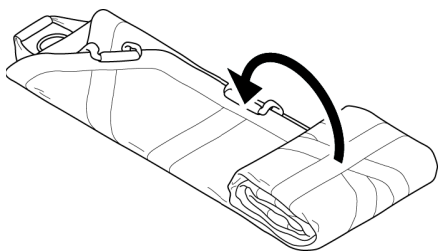

Figure 7
2. En commençant par une extrémité, rouler le drap de transfert comme le montre la Figure 7.